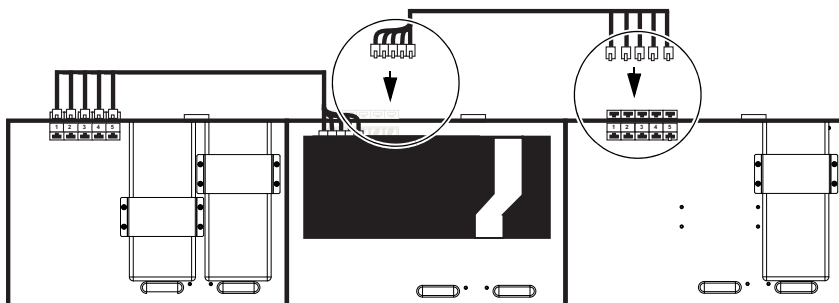

图 19 将下一个线组连接至最右侧盒架上的以太网终端端口
- 5 针对其他线组和盒架（装有以太网交换机的盒架除外）重复以下步骤（见图 19）：